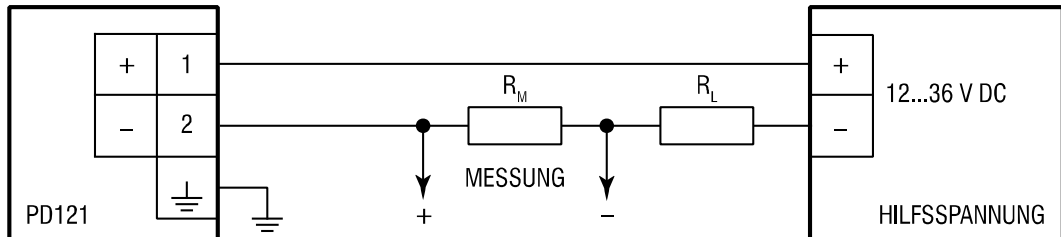

Abb. 4.1 Anschlussplan
Der Messumformer sollte nach dem Anschlussplan (Abb. 4.1) angeschlossen werden, unter Berücksichtigung der Lastwiderstandsanforderungen.
**Kontaktträger (5) nicht durch die Schraubenöffnung oder die Kabelverschraubung (4) herausdrücken. Dichtung des Gehäuses kann beschädigt werden.**
- Kabelverschraubung (4) abschrauben und die Kabeldichtung (3) herausnehmen.
- Kabel durch die Kabelverschraubung (4) und den Dichtring (3) in das Gehäuse (2) einführen.
- Die abisolierten Kabelenden gemäß dem Anschlussplan (Abb. 4.1) an die Schraubklemmen des Klemmhalters (5) anschließen und die Schraubklemmen festschrauben.
- Kontaktträger (5) in das Gehäuse (2) einsetzen und Flachdichtung (6) einrasten.
- Beim Einsetzen der Kabelverschraubung (4) darauf achten, dass Kabelverschraubung und Dichtung (3) korrekt sitzen und Dichtung unbeschädigt ist.